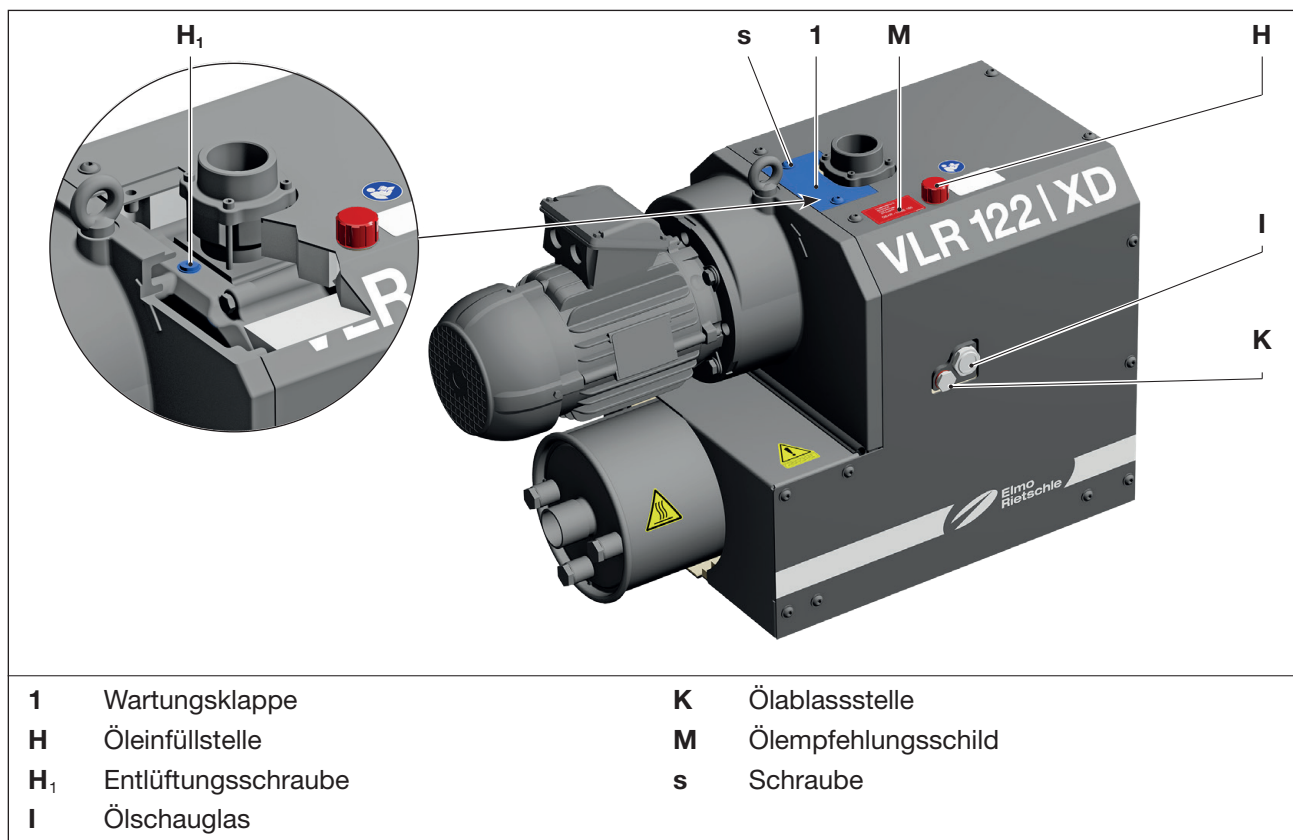

Abb. 8 Ölwechsel
Ölstand am Schauglas (Abb. 8/l) monatlich kontrollieren.
- Zwei Schrauben (Abb. 8/s) an der Wartungsklappe (Abb. 8/1) entfernen und Wartungsklappe abnehmen.
- Entlüftungsschraube (Abb. 8/H₁) öffnen.
- Verschluss der Öleinfüllstelle (Abb. 8/H) öffnen und Öl bis zur Oberkante des Schauglases (Abb. 8/l) auffüllen.
- Entlüftungsschraube (Abb. 8/H₁) öffnen, Ölablassstelle (Abb. 8/K) öffnen und Altöl vollständig ablassen.
- Ölablassstelle (Abb. 8/K) verschließen und neues Öl an der Öleinfüllstelle (Abb. 8/H) einfüllen. Ölstand am Schauglas (Abb. 8/l) kontrollieren.